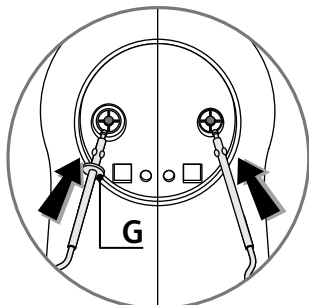

fig.1
- Insérez la tige de chaque fouet (**B**) ou malaxeur (**D**) dans les trous correspondants et verrouillez-les. Les fouets et malaxeurs ont une forme spécifique. **Le fouet ou malaxeur avec détrompeur (G) doit être placé à gauche dans le trou le plus grand (Fig.1).**
• Utilisation sur le socle (H) : (Selon modèle)
- Insérez la tige de chaque fouet **(C)** ou malaxeur **(E)** dans les trous correspondants et verrouillez-les. Les fouets et malaxeurs ont une forme spécifique. **Le fouet ou malaxeur avec détrompeur (G) doit être placé à gauche dans le trou le plus grand (Fig.1).**
- Insert the rod of each whisk (B) or dough hooks (D) into the corresponding holes and lock into place. **The whisks and dough hooks have a specific shape, the mixer or whisk with the marker for left whisk or dough hook (G) should be positioned to the left, in the biggest hole (Fig.1).**
- To avoid overheating of the motor unit (A), do not use the unit for more than 5 minutes.